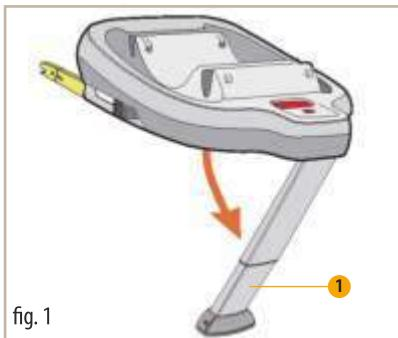
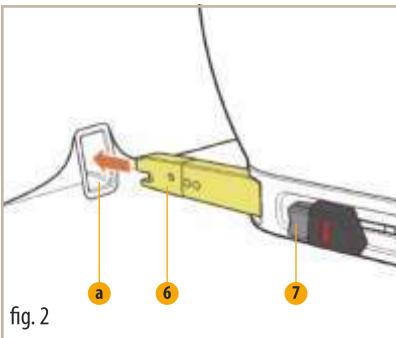
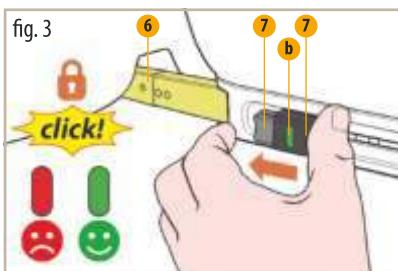

fig. 1
fig. 2
fig. 3
- Всегда извлекайте опорную стойку (1) до тех пор, пока она не окажется в вертикальном положении (рис. 1).
- Освободите замок разъемов ISOFIX (7). Оба зажима можно регулировать независимо друг от друга.
- Одновременно нажмите обе кнопки (7) и отсоедините разъемы ISOFIX от основания до концевого выключателя (рис. 2). Соединители ISOFIX (6) должны остановиться в точках крепления ISOFIX (A) автокресла со слышимым щелчком (рис. 3).
- Убедитесь, что основание надежно закреплено, попробовав извлечь его из соединительных направляющих ISOFIX. ЗЕЛЕНЫЙ индикатор безопасности (B) должен быть четко виден на обеих кнопках разблокировки ISOFIX (рис. 3).